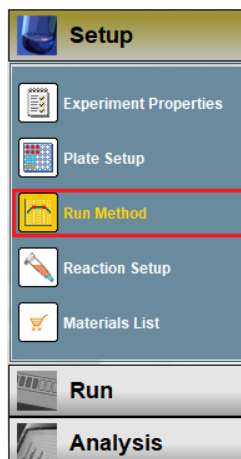

Рисунок 25
19. Перейти на вкладку «Run Method» (рисунок 25).